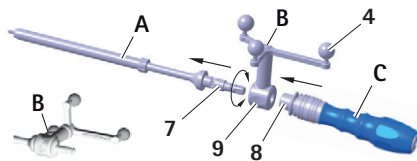

Fig. 6 Montage de l'unité en étoile de référence (pré-calibrée) et du manche S⁴C sur le taraud S⁴C
- Relâcher la douille de verrouillage 8, voir Fig. 6. Vérifier que le manche S⁴C est enclenché.